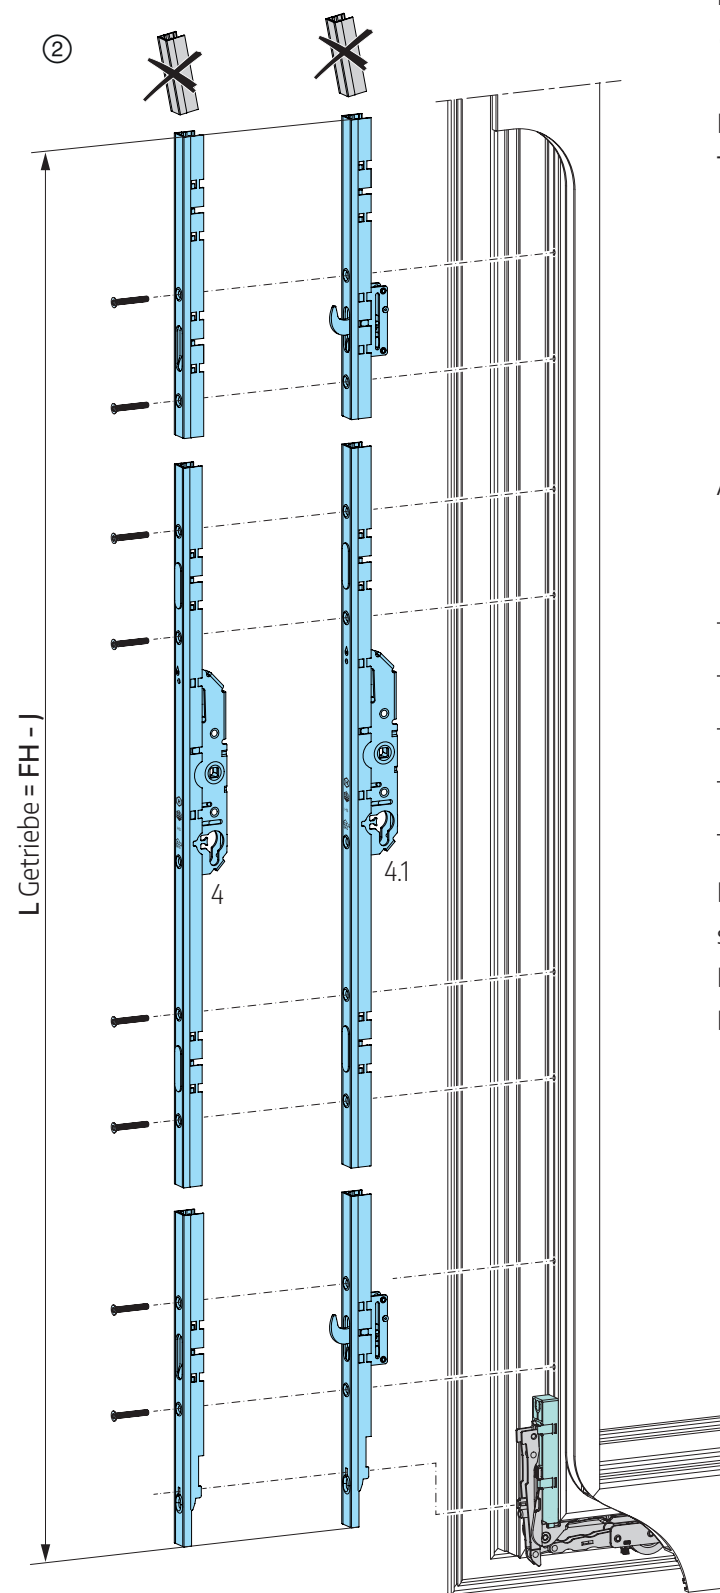

Abb. 24
② Getriebe oben ablängen; **Abb. 24**.